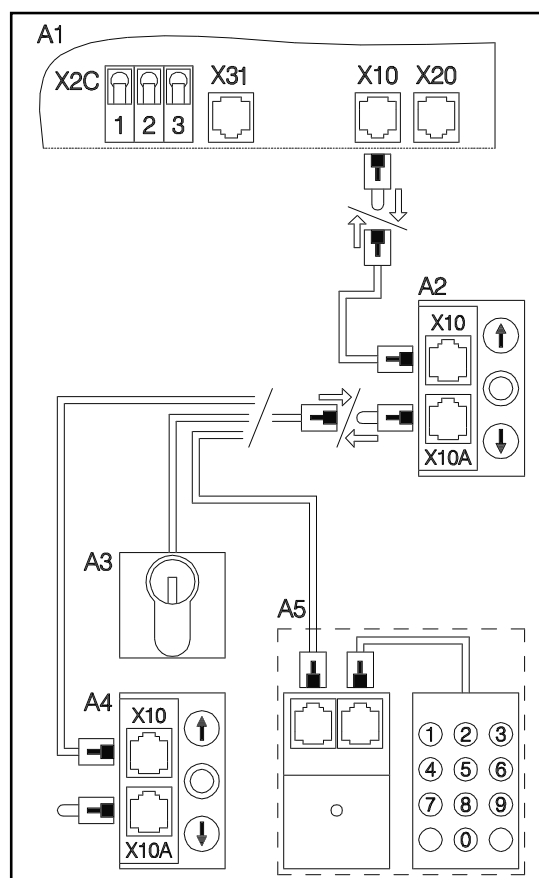

Fig. 10: Collegamento degli elementi di comando
- Togliere il ponte di cortocircuito dall'innesto a plug X10A del sensore a lamina, come illustrato in fig. 10.